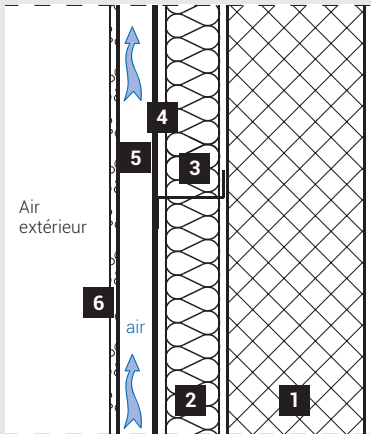

fig. g1
– des phénomènes de condensation nocturne, notamment en cas de forte baisse de température, notamment lorsqu'il y a un pare-pluie ? (fig. g1, g2, page 31).